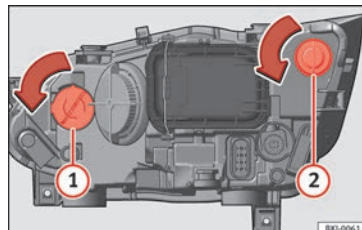

Fig. 113 Nel vano motore: lampadina dell'indicatore di direzione ① e lampadina della luce DRL (luce diurna) ②.
- Ruotare il portalamпада » **fig. 113** ① o ② verso sinistra e tirare.